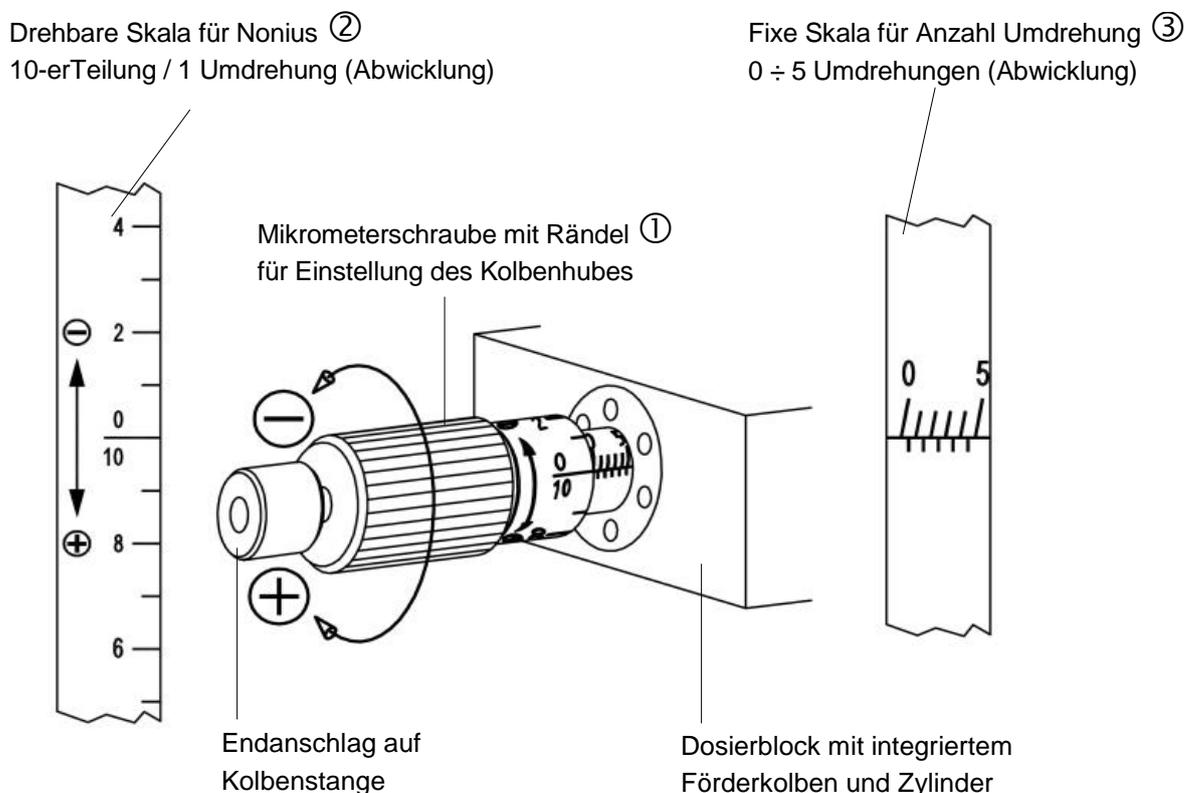
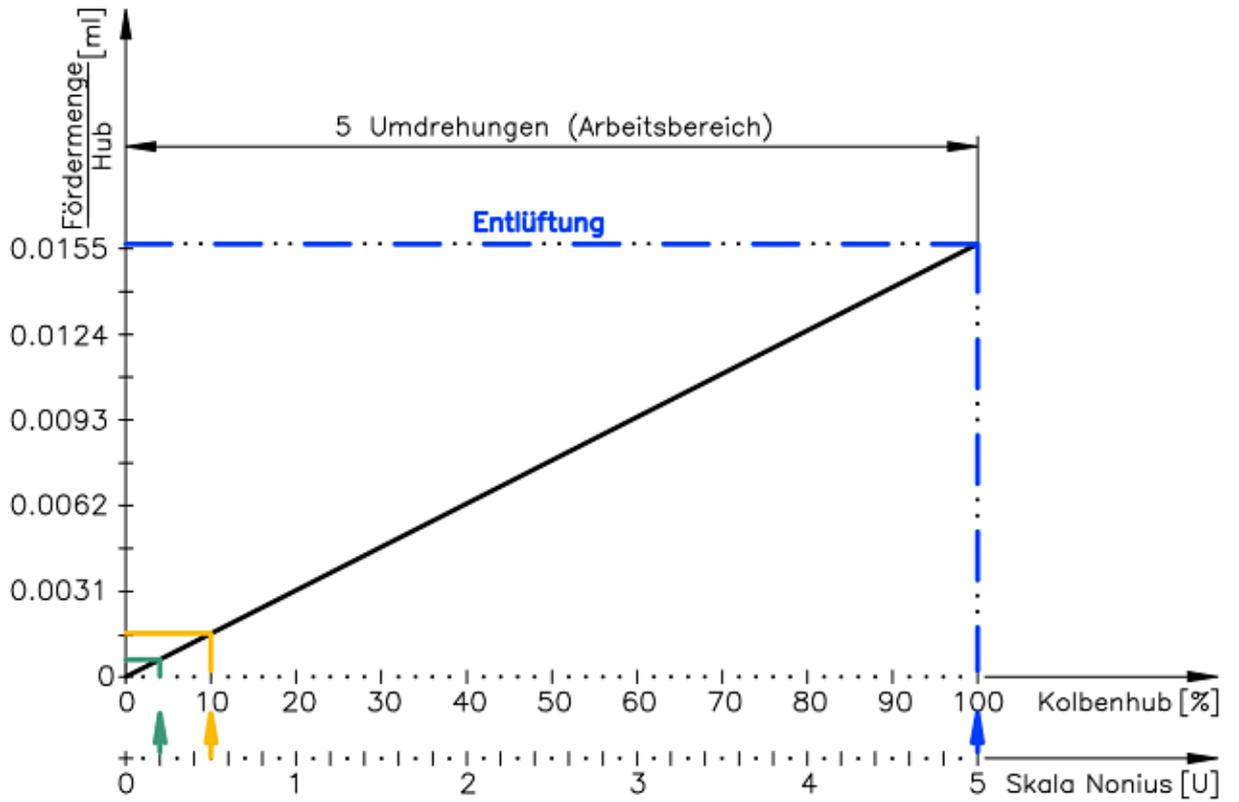

Abb. 10: Dosierpumpe – Regulierknopf Dosierhubeinstellung mit Mikrometeranzeige für stufenlose Einstellung 0 ÷ 5 Umdrehungen (0 ÷ 100% Förderleistung)
Abb. 19: Fördermenge in Abhängigkeit des Kolbenhubes
6.1 Einstellung Dosiermenge: Die Micro Dosierpumpe dosiert präzise und mit hohem Druck den Schmierstoff. Der Kolbenhub und damit die Fördermenge kann über das Drehen der Mikrometerschraube stufenlos verändert werden (Abb. 10 ①), wobei der gesamte Einstellbereich 5 Umdrehungen beträgt.
Die eingestellten Werte lassen sich an den beiden Skalen der Mikrometerschraube (Abb. 10 ② und ③) exakt ablesen, wobei jeder Skalenstrich eine 2 %-ige Veränderung des Kolbenhubes bedeutet. Erfahrungsgemäss liegt der optimale Arbeitsbereich zwischen 0.1 und 0.5 Umdrehungen (entsprechend 2% und 10% Förderleistung, siehe Abb. 19).
($\hat{=}$ 10 % Fördermenge, Abb. 10)
8.2.3 Kolbenhub der Dosierpumpe auf Maximum vergrößern (5 Umdrehungen geöffnet Abb. 10 ① und Kapitel 6.1).
8.2.6 Kolbenstange von Hand betätigen. Dazu Endanschlag der Micro Dosierpumpe (Abb. 10) ca. 20x gegen Micrometerschraube drücken. Bei schmierstofffreier Kapillarleitung (Abb. 18 ① innerer Druckschlauch der koaxialen Zuführleitung) tritt nach ca. 18 Hüben Schmierstoff sichtbar in die Kapillarleitung und das hydraulische System wird luftfrei.
10.1 Die nachfolgenden Diagramme (Abb. 19 & 20) und Berechnungen erlauben eine Ermittlung des Schmierstoffverbrauchs bei unterschiedlichen Einstellungen. Die Werte basieren auf Dauerbetrieb; bei Kopplung mit dem Arbeitsprozess (z.B. Vorschub) lassen sich Verbrauchsreduktionen von 50 % oder mehr erzielen. Die Einstellungen erfolgen gemäss Kapitel 7.
Verbrauch bei 0.5 Umdrehung Mikrometerschraube und 20 Impulse/Minute (Abb. 19 & 20)
Verbrauch bei 0.2 Umdrehung Mikrometerschraube und 5 Impulse/Minute (Abb. 19 & 20)